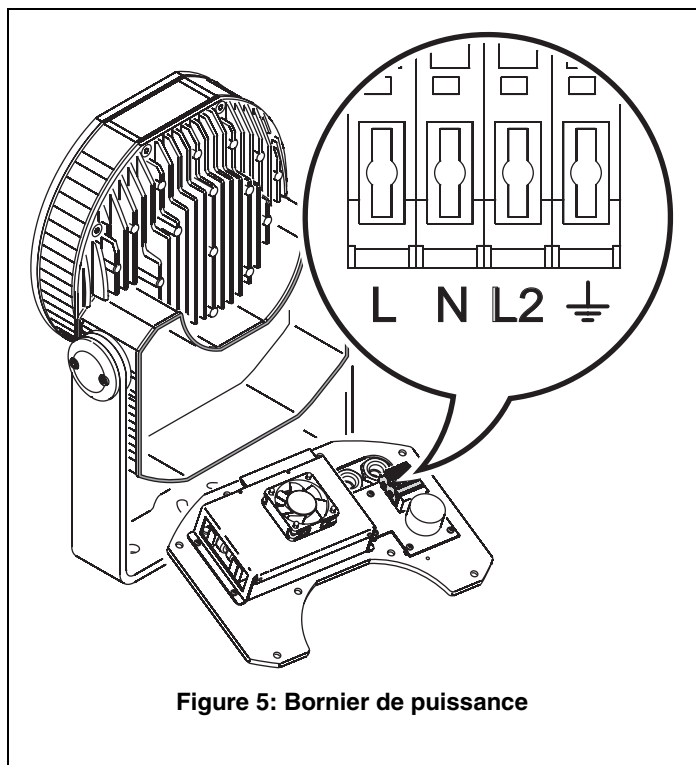

Figure 5: Bornier de puissance
6. Voir Figure 5. Connectez les conducteurs sur le bornier à ressort du couvercle arrière comme suit :